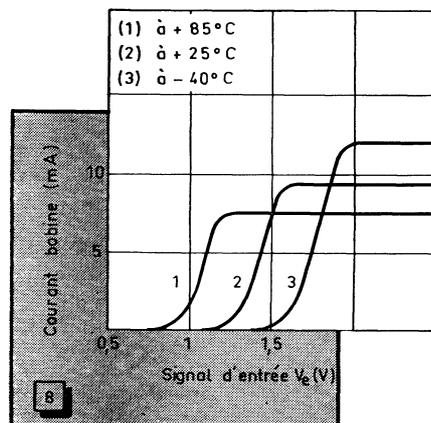

Fig. 8. — Relais à amplificateur incorporé 151-R05-209. Courant dans la bobine en fonction du signal d'entrée et de la température.
- Consommation : < 10 mA (fig. 8) ;